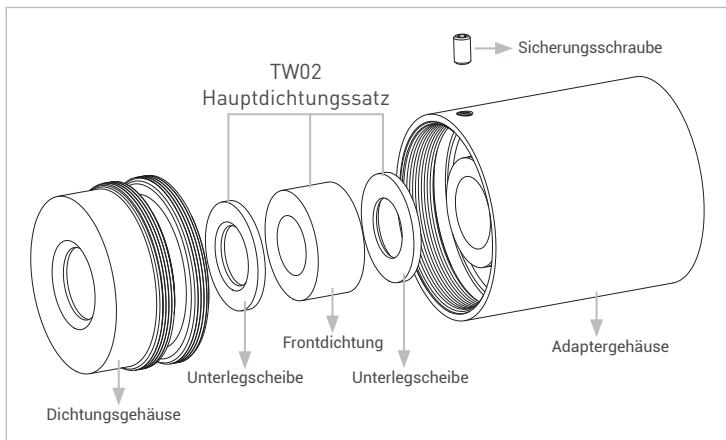

Abbildung 7
- ▶ Bauen Sie den neuen Hauptdichtungssatz, wie in der Abbildung 7 beschrieben, in das Dichtungsgehäuse ein.